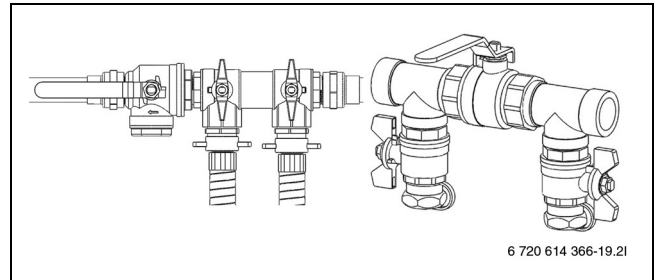

Bild 27 Befüllleinrichtungen in Befüllposition
- Ventile der Befüllleinrichtung auf die Befüllposition stellen (→ Bild 27).